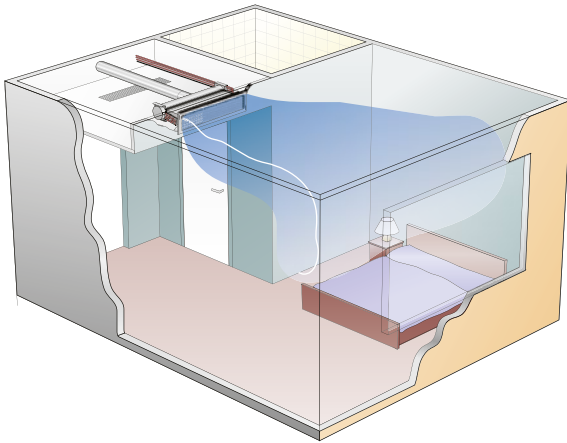

Figura 3. Primo montato a soffitto in una camera d'albergo.
- Primo montato al soffitto per soluzioni di climatizzazione interna per alberghi, ad esempio (Figura 3).